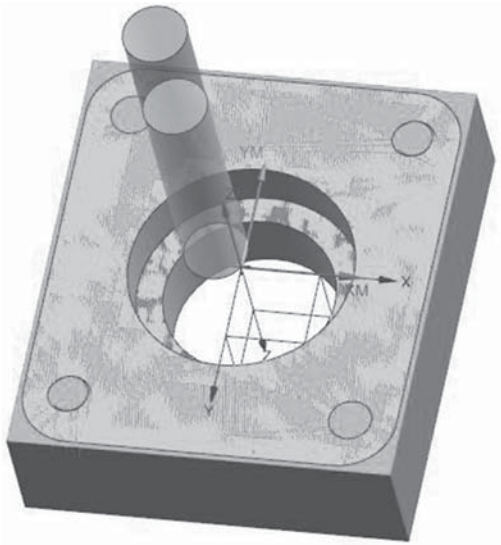

图 2-2-33 加工仿真
(4) 单击“刀轨设置”对话框中的 (进给率和速度) 图标，进入“进给率和速度”对话框，在“主轴速度”区域中，勾选 图标，在文本框中填入 4500，在“进给率”区域中的“切削”文本框中填入 1000，单击 图标进行计算，单击“确定”按钮返回“平面铣”界面。
(5) 单击“操作”区域中的 图标进行计算，再单击 图标，进入“刀轨可视化”对话框。单击“3D 动态”图标进行 3D 仿真操作，把“动画速度”调整到 2，便于观察。单击 图标进行仿真，如图 2-2-33 所示。确认无误后，单击两次“确定”按钮后完成工序创建。